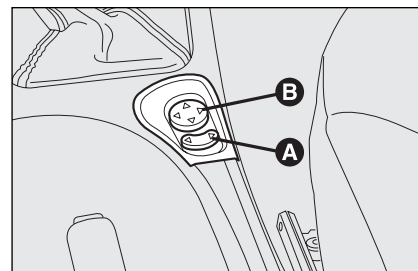

fig. 39
- ☐ par le sélecteur **A-fig. 39** sélectionner le rétroviseur (gauche ou droit) sur lequel effectuer le réglage;